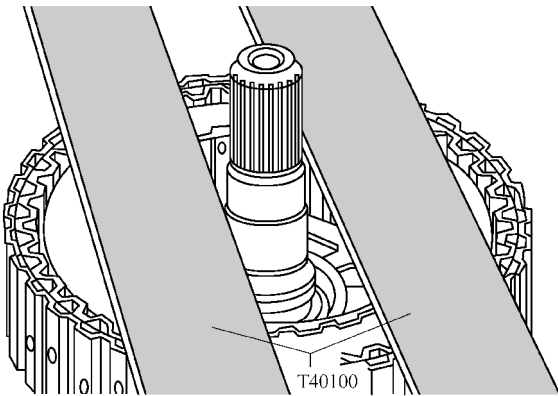

图 2-2-54 在每 2 个量块 T40101 上面的中心位置处放上一把直尺 T40100
(7) 在每 2 个量块 T40101 上面的中心位置处放上一把直尺 T40100, 如图 2-2-54 所示。